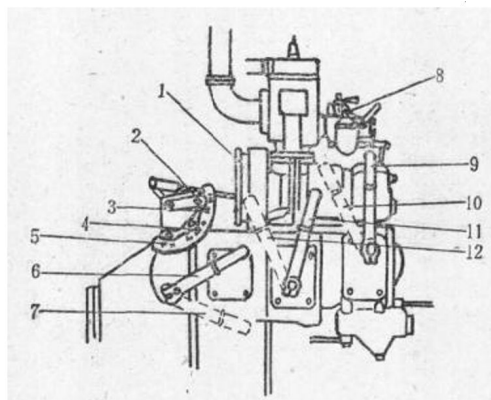

图 1-4 起动机操纵手柄位置
(3) 将减压手柄放到“预热 1”的位置 (起动机各操纵手柄的使用位置, 如图 1-4 所示)。
(4) 接合起动机离合器, 一手转动起动机的飞轮, 另一手将接合杆向下按到底, 使自动分离机构的小齿轮与发动机飞轮齿圈接合, 然后将接合杆提回原来位置, 并分开起动机离合器。
(5) 将起动机变速杆放在第一档。
(6) 打开汽化器的进气口盖, 微开阻风阀, 打开节流阀在一半位置。
(7) 打开油箱开关, 稍停后, 按下汽化器浮子室上的出油按钮, 至燃油自浮子室盖处流出为止。
(8) 将起动机绳绕在飞轮上 1.5~2 圈, 绳头牢靠地嵌入飞轮边缘的槽口中。注意起动机切勿在手上缠绕, 避免因反转伤人。
(1) 猛拉起动绳, 使起动机着火。在正常情况下, 拉动2~3次即能起动。
(2) 起动机着火后, 调整阻风阀和节流阀使起动机在低速下稳定运转, 待温度正常后(用手摸机体感到温热为适), 适当开大节流阀和阻风阀使起动机高速运转。
(3) 均匀地接合离合器, 使起动机以一档带动发动机运转, 待运转平稳后, 将减压手柄分别放到“预热2”和工作位置上(图1-4), 以预热发动机。